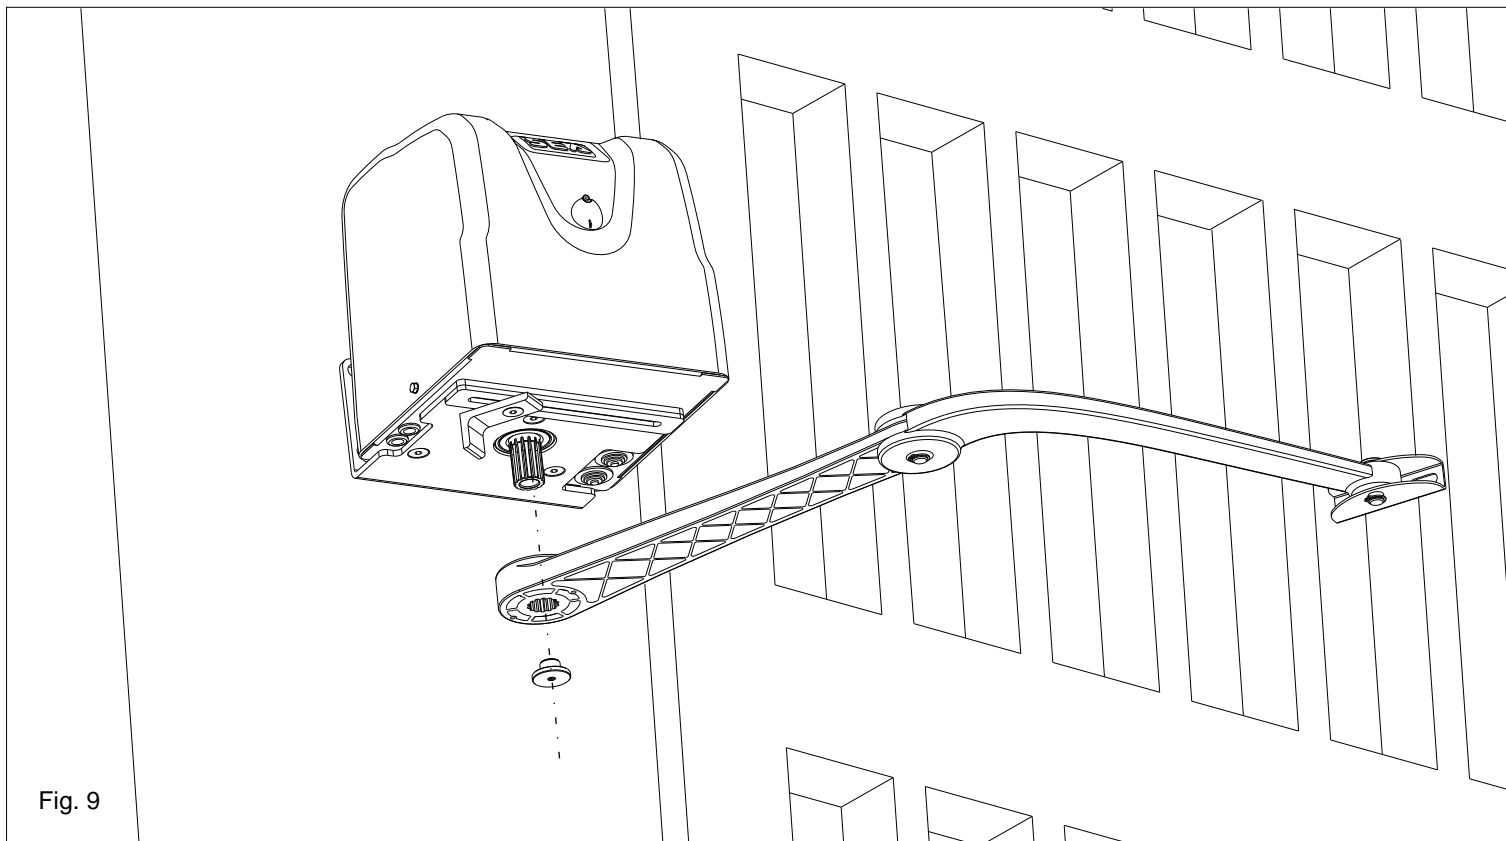

Fig. 9
- Insérer le bras articulé dans l'arbre moteur et bloquer le avec la vis spéciale (Fig 9)